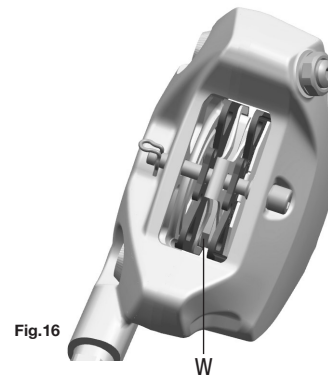

Fig.16
- usura eccessiva della pastiglie dei freni (poiché non è più visibile l'indicazione di usura di una o più pastiglie) (W - Fig.16)